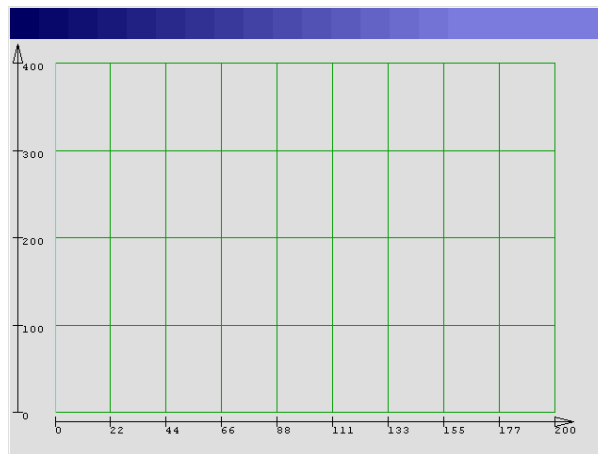
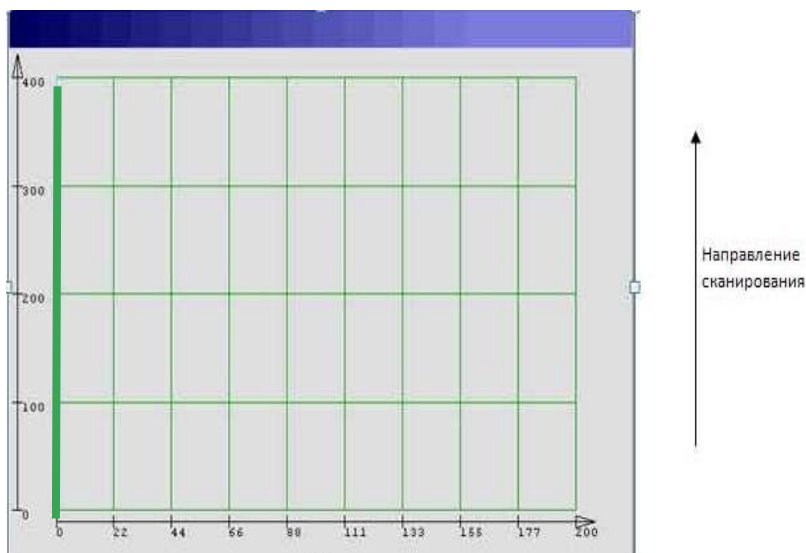

Рисунок. 5.14 Окно режима «Поиск» меню «3D профиль»
Рисунок. 5.16 Окно «Поиск» режима «3D профиль» после зондирования первого вертикального профиля
- **Поиск** – запускается режим зондирования и отображается окно (Рис.5.14) с координатной сеткой, где по горизонтальной оси нанесена дистанция, соответствующая длине обследуемого участка, а по вертикальной – дистанция, соответствующая ширине. Количество горизонтальных и вертикальных линий координатной сетки зависит от количества профилей, заданных в меню «Параметры» режима «3D профиль» (см. ниже).
- нажать кнопку «Поиск» режима «3D профиль», на экране дисплея прибора отобразится окно (Рис.5.14)
- установить прибор на разметочный коврик в начальной точке первой вертикальной линии (параллельной оси Y разметочного коврика), соответствующей первому вертикальному профилю, заданному в меню прибора. На экране дисплея этот профиль будет подсвечиваться голубым цветом (Рис.5.14). Нажать кнопку «Enter» и начать передвигать прибор снизу-вверх вдоль вертикальной оси разметочного коврика, таким образом, чтобы центральное колесо (колесо датчика перемещений) перемещалось непосредственно по самой линии, при этом на экране дисплей первая вертикальная линия будет закрашиваться в зеленый цвет (Рис.5.16);